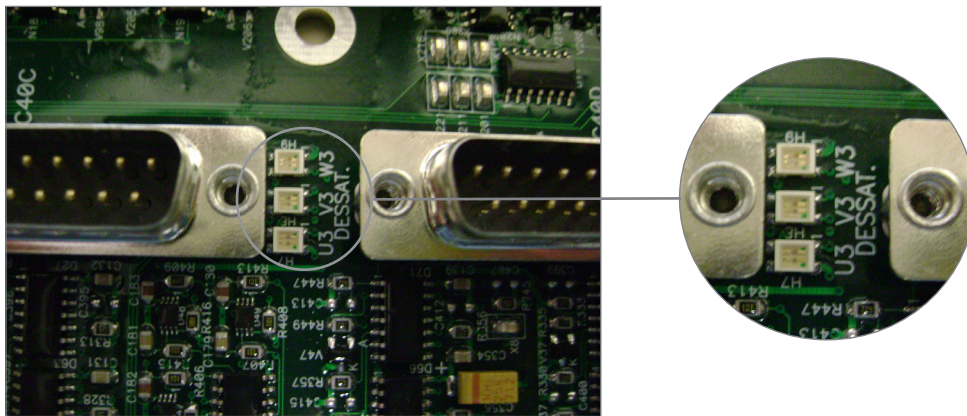

Figura 0.1 - LEDs indicadores de falha
- (4) Todos os modelos das Mecânicas A, B e C.
- (5) Não aplicável.
- (6) Modelos CFW110370T4, CFW110477T4 e todos os modelos da Mecânica G.
- (7) Todos os modelos da Mecânica G.
- (8) Não aplicável.
- (9) Não aplicável.
- (10) Todos os modelos do CFW-11M/CFW-11W.
- (11) Não aplicável.
- (12) Todos os modelos nos mecânicas F e G.
- (13) Todos os modelos das mecânicas D, E, F, G e CFW-11M/CFW-11W.
**Obs.:** No caso do CFW-11M/CFW-11W o cartão IPS1 sinaliza qual das unidades de potência está apresentando a falha. A sinalização é feita através de LEDs que permanecem acesos quando ocorre a falha. Quando é feito o reset, o LED que sinaliza a falha apaga (consulte a Figura 0.1 na página 0-15).
- (14) Cabo de ligação do motor muito longo, com mais do que 100 metros, apresentará uma alta capacitância parasita para o terra. A circulação de correntes parasitas por estas capacitâncias pode provocar a ativação do circuito de falta à terra e, conseqüentemente, bloqueio por F074, imediatamente após a habilitação do conversor.